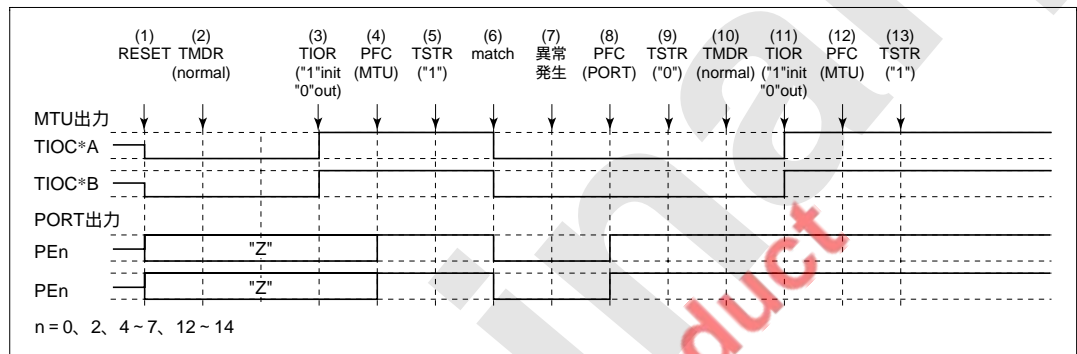

図 8.49 ノーマルモードで異常が発生し、ノーマルモードで復帰する場合
ノーマルモードで異常が発生し、再設定後ノーマルモードで再スタートする場合の説明図を図 8.49 に示します。
(1) ~ (9) は図 8.49 と共通です。
(10) PWM モード 1 を設定します。
(11) TIOR で端子を初期化してください (PWM モード 1 では TIOC*B 側は初期化されません。初期化したい場合はノーマルモードで初期化した後、PWM モード 1 に遷移してください)。
(12) PFC で MTU 出力としてください。
(13) TSTR で再スタートします。
- (1) ~ (9) は図 8.49 と共通です。
- (10) PWM モード 2 を設定します。
- (11) TIOR で端子を初期化してください (PWM モード 2 では周期レジスタの端子は初期化されません。初期化したい場合にはノーマルモードで初期化した後 PWM モード 2 に遷移してください)。
- (12) PFC で MTU 出力としてください。
- (13) TSTR で再スタートします。